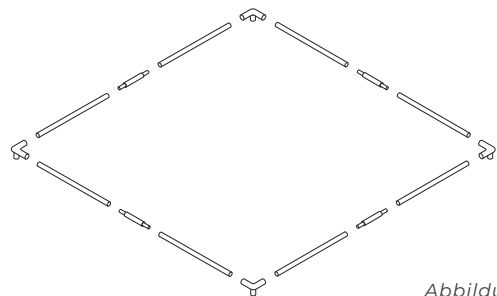

Abbildung 1b
2. Legen Sie alle horizontalen Rohre zwischen die Eckstücke und verbinden Sie diese jeweils mit dem Verbindungsstück (siehe Abbildung 1b).